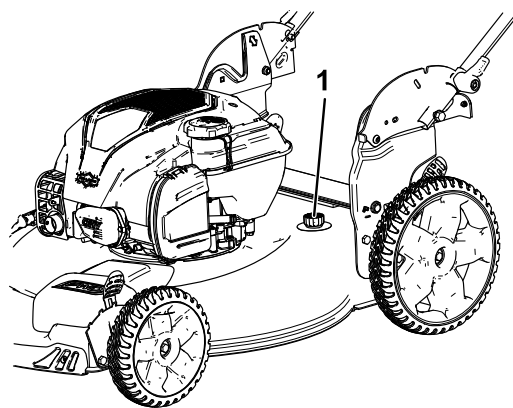

Figure 15
5. Branchez un tuyau d'arrosage, relié à une arrivée d'eau, au raccord de lavage (Figure 15).